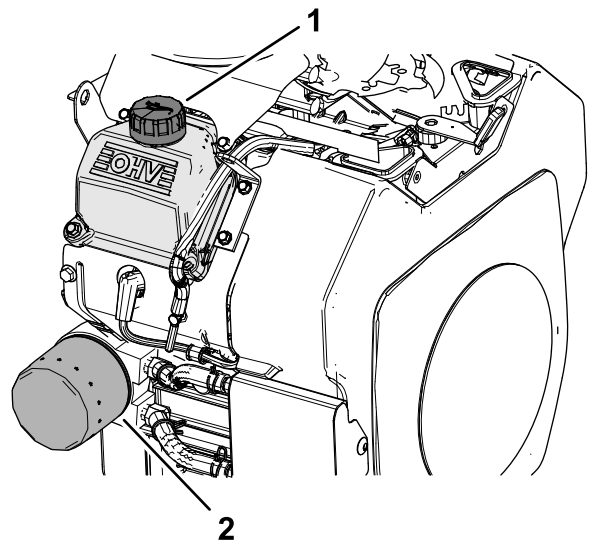

Bild 33
2. Entfernen Sie den Altfilter und wischen die Dichtfläche am Anbaustutzen (Bild 33) ab.
3. Ölen Sie die Gummidichtung am Ersatzfilter leicht mit Frischöl ein (Bild 33).
5. Entfernen Sie den Öleinfülldeckel (Bild 33) und füllen Sie 2 l der angegebenen Ölsorte in den Motor; siehe Motorölsorte \(Seite 30\) und Wechseln des Öls \(Seite 31\).